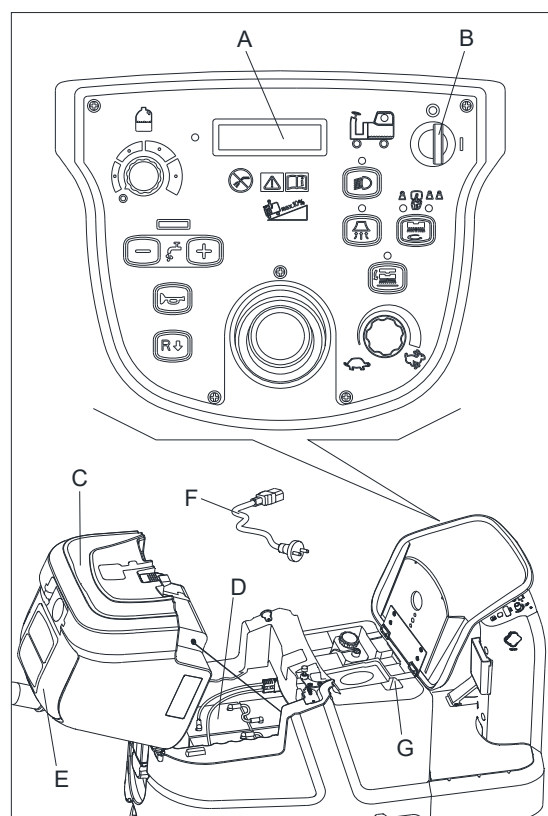

Figura 18
Încărcați bateriile atunci când doar două sau mai puține dreptunghiuri sunt afișate în partea dreaptă de jos a ecranului LCD (A, Figura 18) sau după fiecare operare.
1. Deschideți capacul rezervorului apei recuperate (E, Figura 18) pentru a vedea dacă rezervorul apei recuperate (C, Figura 18) este gol, sau goliți rezervorul cu ajutorul furtunului de drenaj.
3. Puneți cheia de contact (B, Figura 18) în poziția "O".
4. Ridicați atent rezervorul de rezervă (C, Figura 18).
- Verificați nivelul de electrolit din baterie (D, Figura 18), dacă este necesar, deschideți capacul și completați cu electrolit apoi puneți la loc capacul.